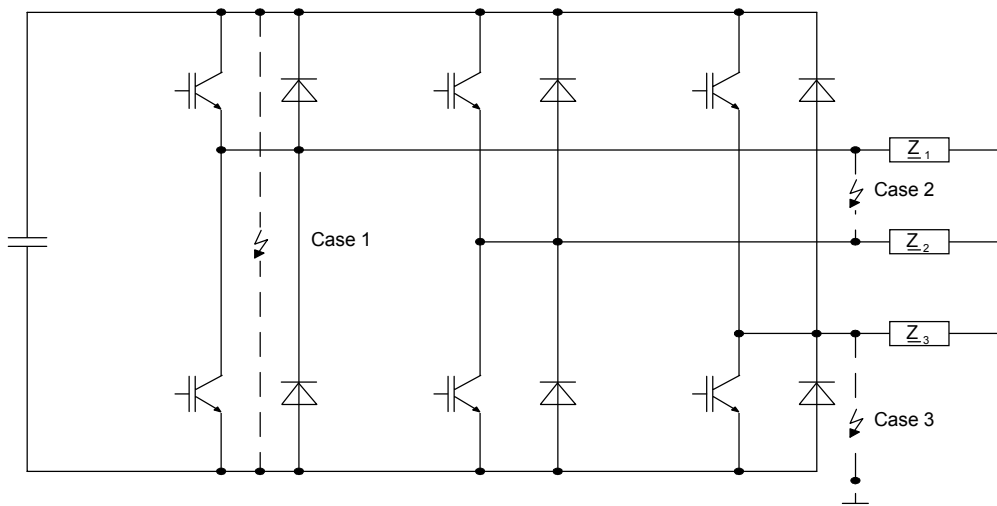

Рис.3.50 Неисправности, связанные с токами
- замыкание плеча (case 1 на рис.3.50)
- замыкание в нагрузке (case 2 на рис.3.50)
Перегрузка по току через общий провод (case 3 на рис.3.50)